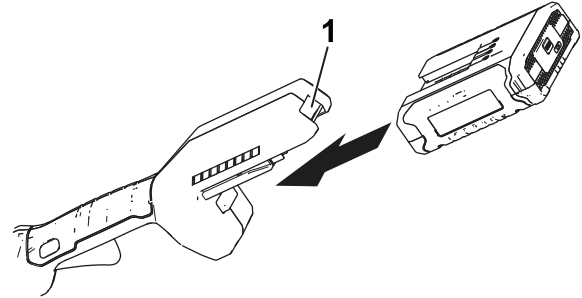

Figura 6
4. Introduzca la batería en la herramienta hasta que se bloquee el cierre (Figura 6).